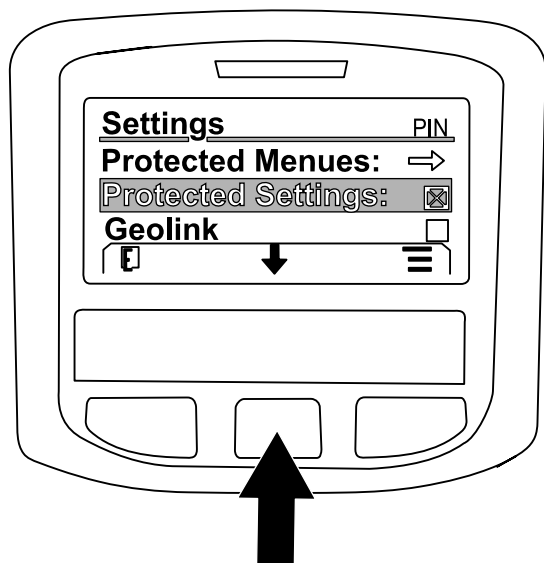

Figura 230
7. Pressione o botão central para navegar até à opção GEOLINK e pressione o botão direito para definir a opção (Figura 230).